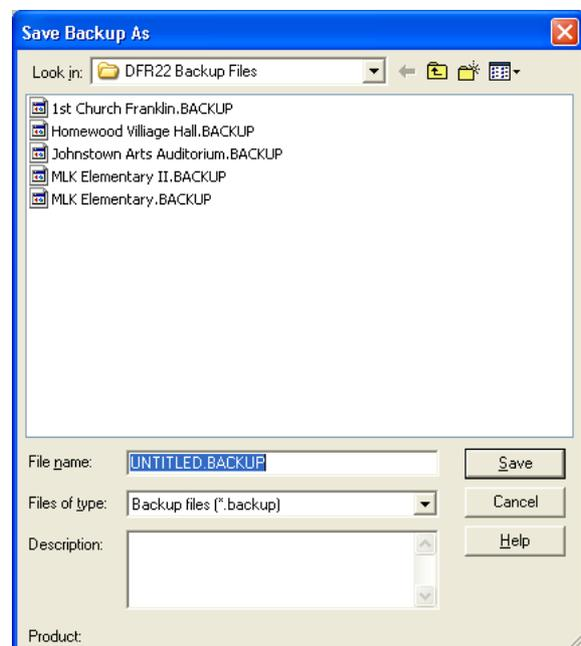

FIGURA 4-6: Cuadro de diálogo "Save Backup As"
5. Se visualiza el cuadro de diálogo "Save Backup As" (guardar copia de respaldo como), como se ilustra abajo a la derecha en la Figura 4-6.
3. Se visualiza el cuadro de diálogo "Open Backup" (abrir copia de respaldo), semejante al cuadro "Save Backup As" ilustrado a la derecha en la Figura 4-6.